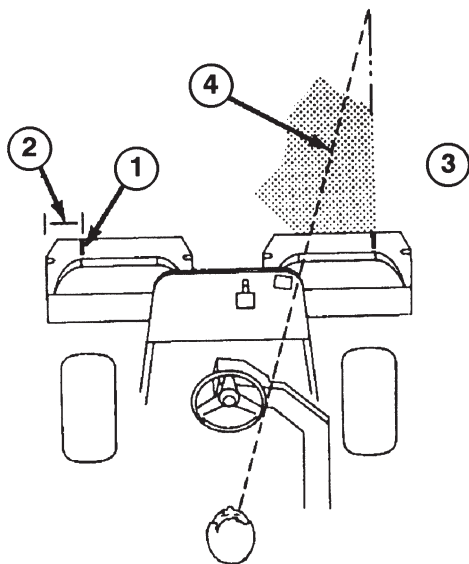

Fig. 13
2. Sæt enten et stykke hvid tape eller mal en streg på hver græsopsamler, parallelt med yderkanten af hver græsopsamler (Fig. 13).